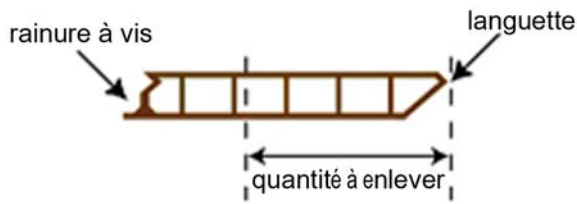

Figure 3a: Première planche
2. Il faut soustraire 6 1/8 po de ces mesures. Continuez à soustraire 6 po du total jusqu'à ce que le résultat soit moins de 6 po. Le résultat est la largeur qu'il faut enlever au **côté languette** de la première planche, (y compris la largeur de la languette). Voir figure 3a.